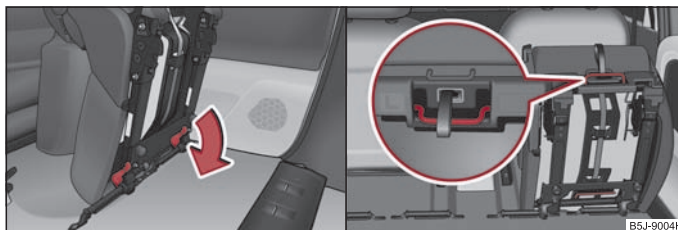

Abb. 53 Entriegelung des vorgeklappten Sitzes / Tragegriff an der Sitzfläche
- Den vorgeklappten Sitz durch Drücken der Sitzverriegelungen, in Pfeilrichtung, entriegeln  $\Rightarrow$  Abb. 53.
- Nehmen Sie den Sitz mit dem Tragegriff an der Sitzfläche heraus  $\Rightarrow$  Abb. 53 rechts. ▶
- Klappen Sie den äußeren Sitz vor ⇒ Seite 60 und entriegeln Sie ihn ⇒ Seite 60, Abb. 53.